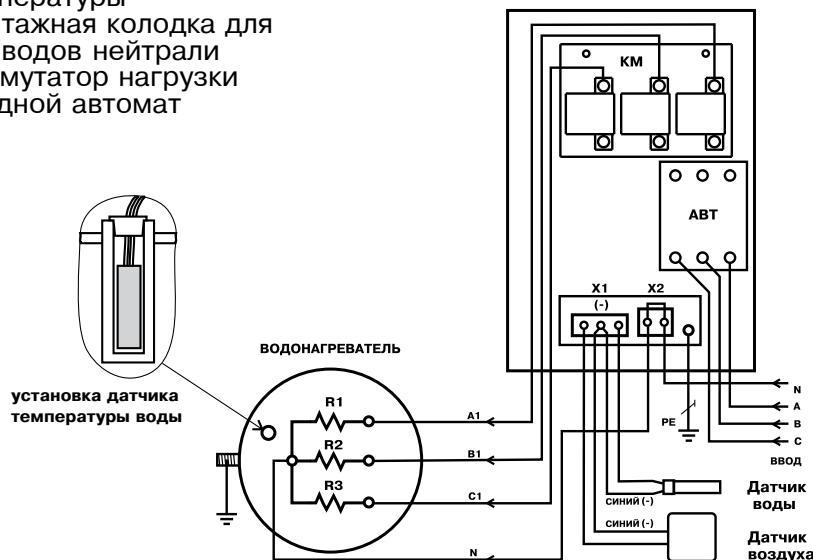

Рис.2 Схема подключения панели управления
5.2. Эксплуатация панели должна осуществляться только при условии ее подключения в соответствии со схемой подключений (Рис.2).
6.3. Подключить панель к питающей сети кабелем соответствующего сечения исходя из номинальной мощности электроводонагревателя согласно схеме подключений Рис.2 настоящего паспорта. Если используется одножильный медный провод, то необходимо тщательно зачистить и облучить присоединяемые концы. При использовании многожильного кабеля его концы необходимо тщательно зачистить и обжать контактным наконечником.
Во избежание искрения, места присоединения проводов необходимо тщательно затягивать. Ввод кабелей и проводов осуществляется с учетом сохранения степени защиты панели. При подключении панели ПУ ЭВТ-И1 к однофазной сети переменного тока необходимо соединить вместе клеммы А, В, С вводного автомата и подключить их к фазному проводу питающей сети. Нулевой провод питающей сети подключается согласно схеме Рис.2.
6.4. Установить датчик температуры воды, выполненный в виде гильзы из нержавеющей трубы, в специальное герметичное отверстие в водонагревателе. Для этого необходимо извлечь защитную пробку из отверстия, поместить в него датчик до упора и зафиксировать его пробкой, входящей в комплект датчика, (см.Рис.2). Датчик температуры воздуха необходимо установить в помещении на высоте 1.4 - 1.5 м от пола, исключив прямое воздействие на него потоков воздуха от нагревательных приборов, вентиляторов и.т.д.. Нагрев корпусов датчиков при монтаже не должен превышать их максимальную рабочую температуру. Подключить датчики к монтажной колодке X1 в соответствии со схемой Рис.2, обращая особое внимание на полярность датчиков. Провода датчиков синего цвета, помеченные знаком (-) подключаются на среднюю клемму колодки X1. Датчики подключаются медными проводами сечением 0.5- 0,75кв.мм необходимой длины. При длине провода более 10 метров желательно использовать провода свитые в пары (не более 50 метров).
6.5. Подключить панель к электроводонагревателю согласно схеме подключений Рис.2 кабелем соответствующего сечения исходя из номинальной мощности электроводонагревателя.
6.6. Выполнить заземление (защитное зануление) корпуса панели в соответствии со схемой подключений Рис.2.